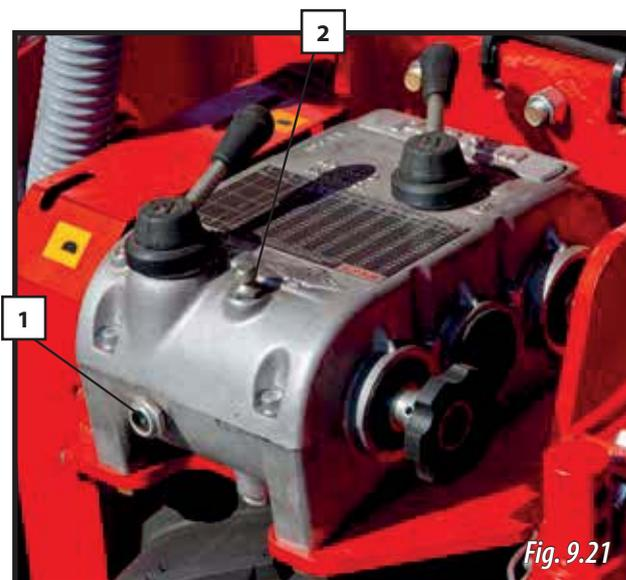

Fig. 9.21
Contrôlez régulièrement le niveau d'huile de la boîte de vitesses par le regard (1, Fig. 9.21).
- 1- Retirez le bouchon (2, Fig. 9.21).
- 2- Remplissez le réservoir puis contrôlez le niveau par le regard (1, Fig. 9.21).